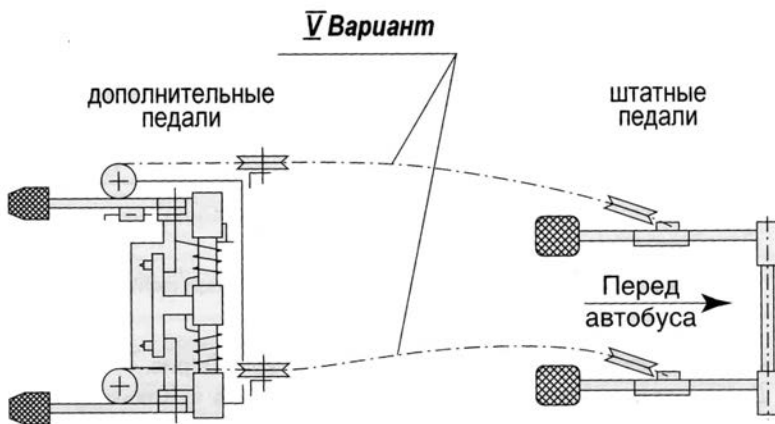

Рис. 3. Варианты V проводки тросов на автобусах (с расположением инструктора за водителем)
V. Проводка тросов (рис. 3) дополнительных педалей на автобусах, при которой инструктор сидит за водителем.